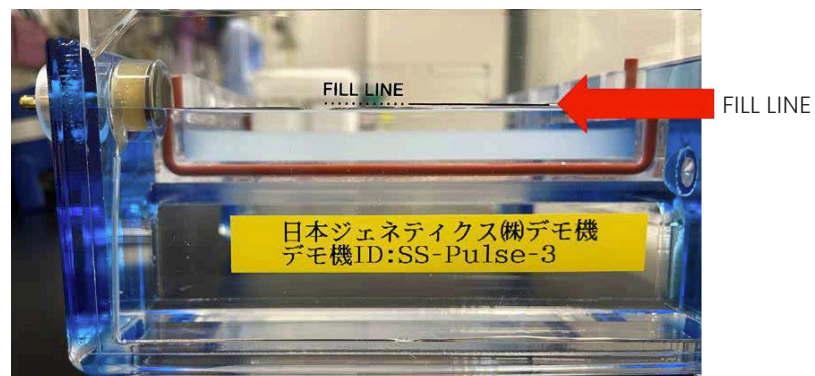

図5. FILL LINE
3. 0.5×KBB Bufferを泳動槽側面にある「FILL LINE」に達するまで流し込んでください。(図5)